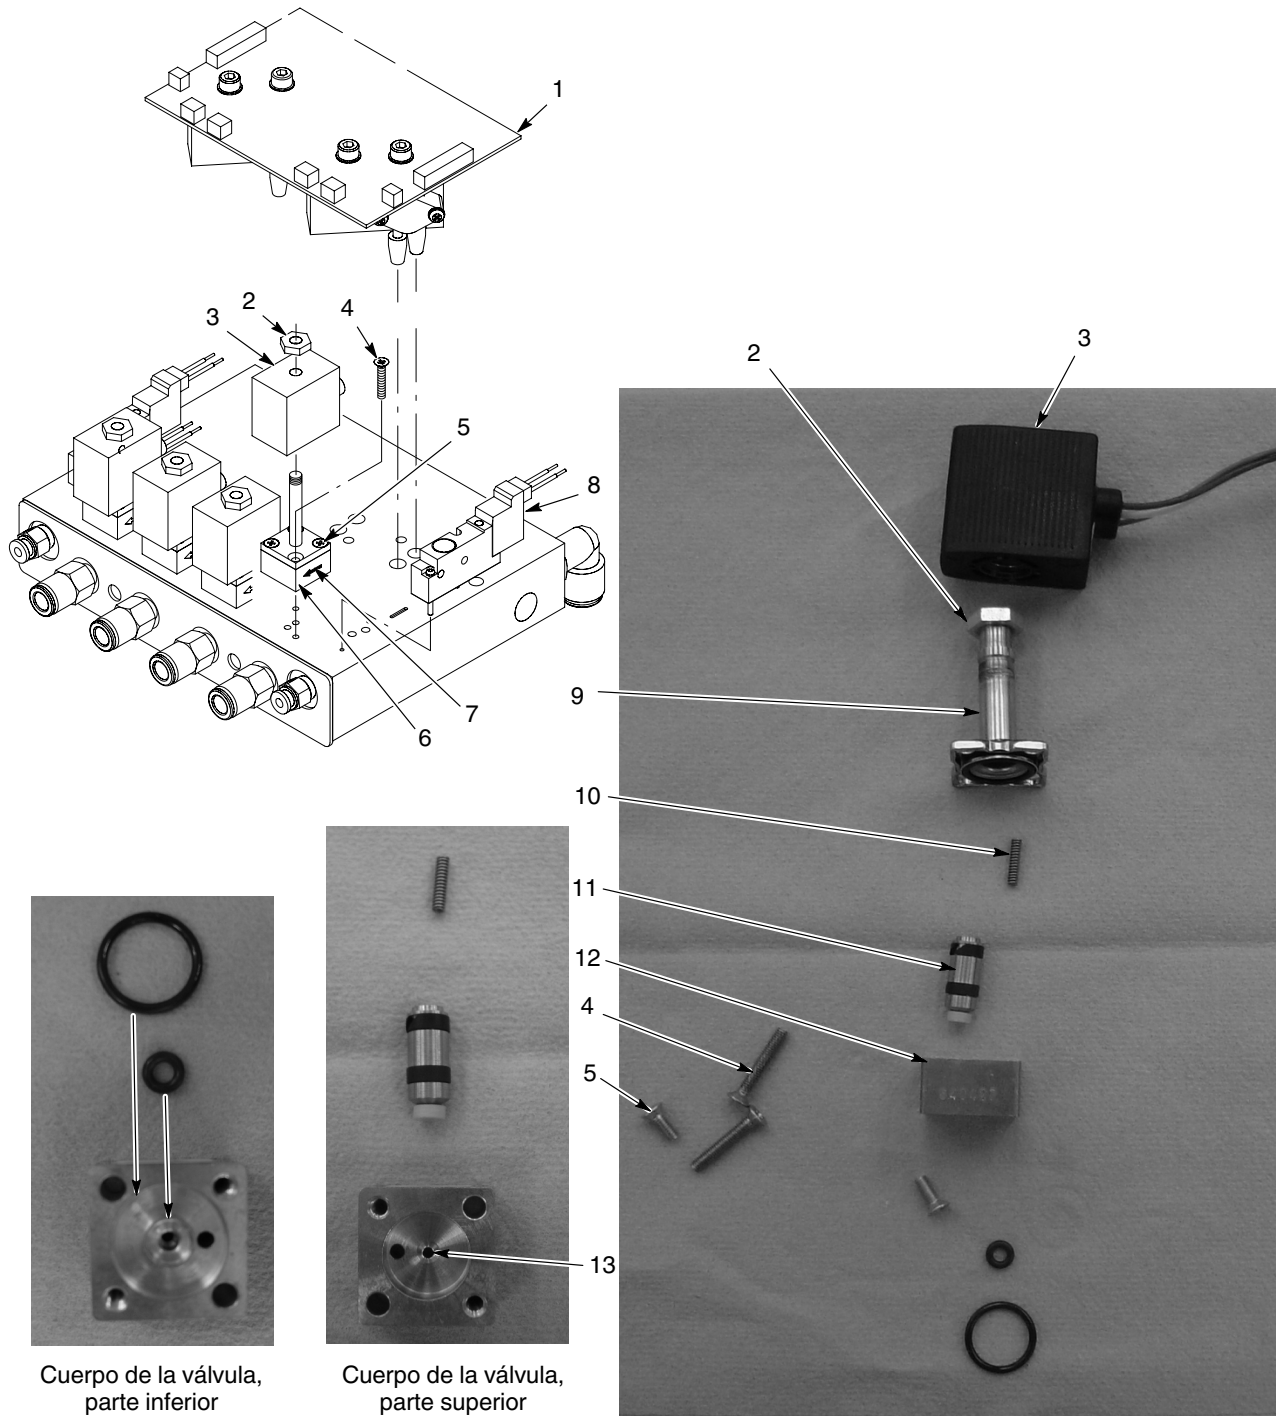

Figura 5-1 Extracción y sustitución de la válvula proporcional del módulo iFlow
Ver la figura 5-1. Un suministro de aire sucio puede provocar el mal funcionamiento de la válvula proporcional (6). Para desmontar y limpiar la válvula, se deben seguir estas instrucciones.
1. Desconectar el cableado de la bobina (3) de la placa de circuito (1). Extraer la tuerca (2) y la bobina de la válvula proporcional (6).
2. Extraer los dos tornillos largos (4) para extraer la válvula proporcional del distribuidor.
Ver la figura 5-1. Para extraer las electroválvulas (8), retirar los dos tornillos ubicados en el cuerpo de la válvula y despegar la válvula del distribuidor.